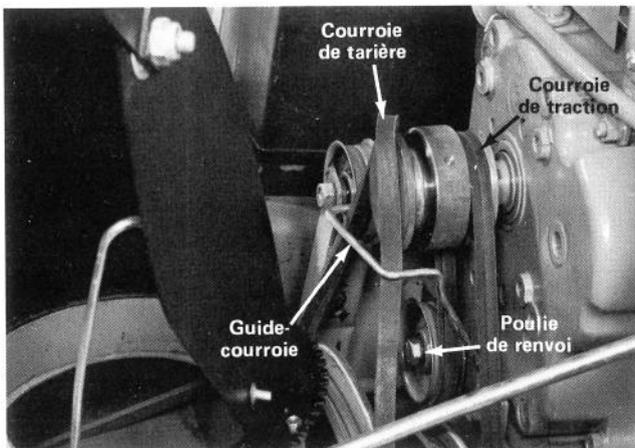

Figure 34
3. Enlevez les deux vis à collerette du haut et desserrez les deux écrous de blocage du bas qui retiennent le carter de tarière et l'unité de traction ensemble (Fig. 34).
4. Enlevez la ou les courroie(s) défectueuse(s), puis installez la ou les nouvelles. Assurez-vous que la courroie de tarière est installée à l'intérieur du guide-courroie (Fig. 34). La courroie de commande de traction doit être installée contre le côté intérieur de la poulie de renvoi (Fig. 34).
5. Fixez ensemble le carter ou logement de tarière et l'unité de traction en alignant les trous du haut et en installant deux vis à collerette (Fig. 34). Serrez les deux vis à collerette du haut et les écrous du blocage du bas (Fig. 34).
8. Débranchez le câble à haute tension de la bougie et enlevez la garde de la courroie. Desserrez la vis à tête et l'écrou de fixation de la poulie de renvoi et glissez la poulie un peu plus contre la courroie (Fig. 34). Ne poussez la poulie que suffisamment pour éliminer le jeu dans la courroie, afin que la courroie ne se trouve pas ensuite trop tendue.